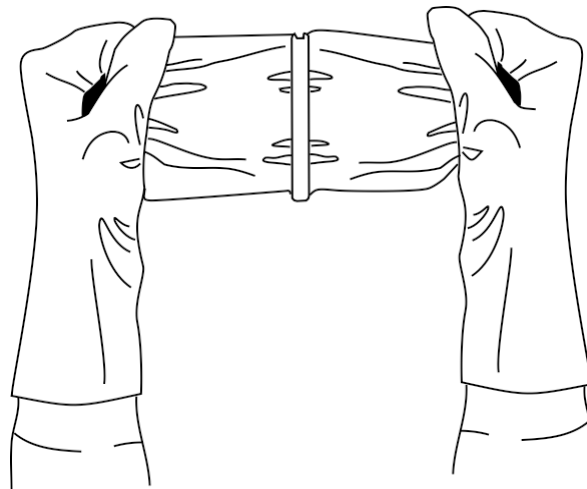

Abbildung 21. Entfernen des Verschlusses der Vergussmasse
6. Entnehmen Sie einen Beutel mit der "Vergussmasse" aus dem Folienbeutel. Fassen Sie die Enden mit jeweils einer Hand an und ziehen Sie sie kräftig auseinander, um den internen Kunststoffverschluss zu entfernen [Abbildung 21].